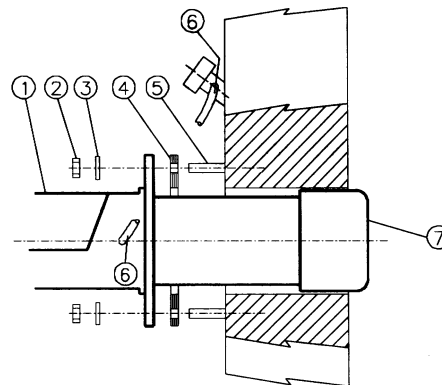

Fig. 8
- 4 fissarlo con i dadi ai prigionieri della caldaia secondo lo schema riportato in Fig. 8.